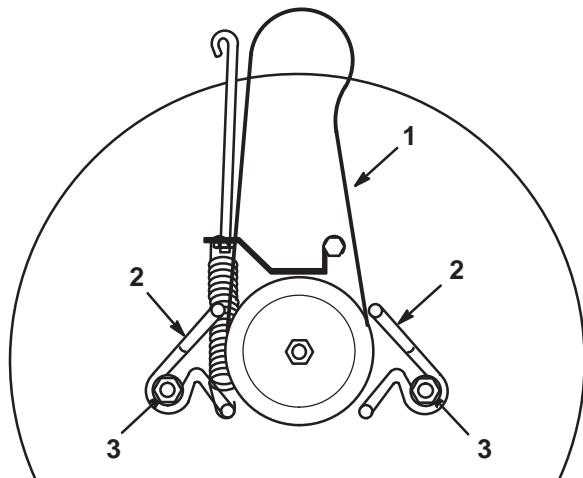

Bild 43
2. Lockern Sie die Befestigungsschrauben an der Riemenführung und bewegen diese von der Scheibe weg (Bild 43).
1. Bringen Sie den neuen Messertreibsriemen an der Schnittmesser-Scheibe und in beiden Riemenführungen an (Fig. 43).
2. Stellen Sie die Riemenführungen so ein, dass sie sich 3 mm von der Scheibe befinden. Ziehen Sie die Befestigungsschrauben fest (Bild 43).